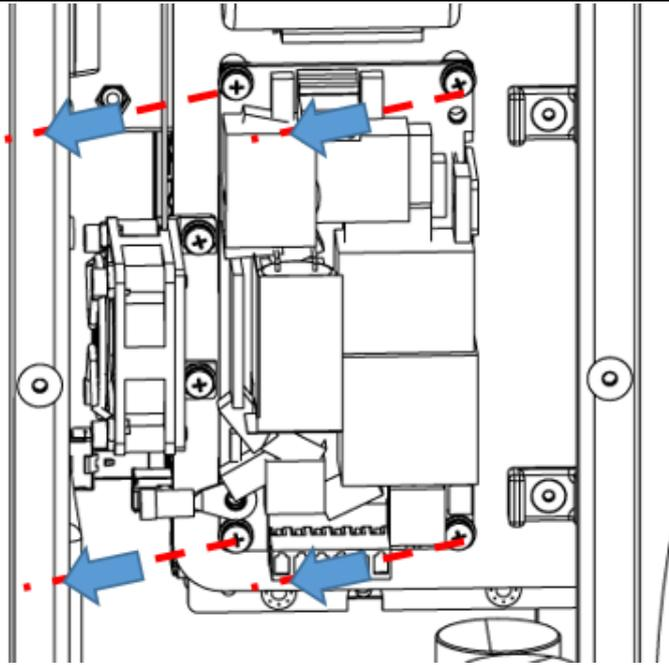

图 5-21 电源模块拆卸示意图
**步骤3** 使用十字螺丝刀拆卸安装开关电源上的组合螺钉，取出开关电源，如图 5-21 所示。